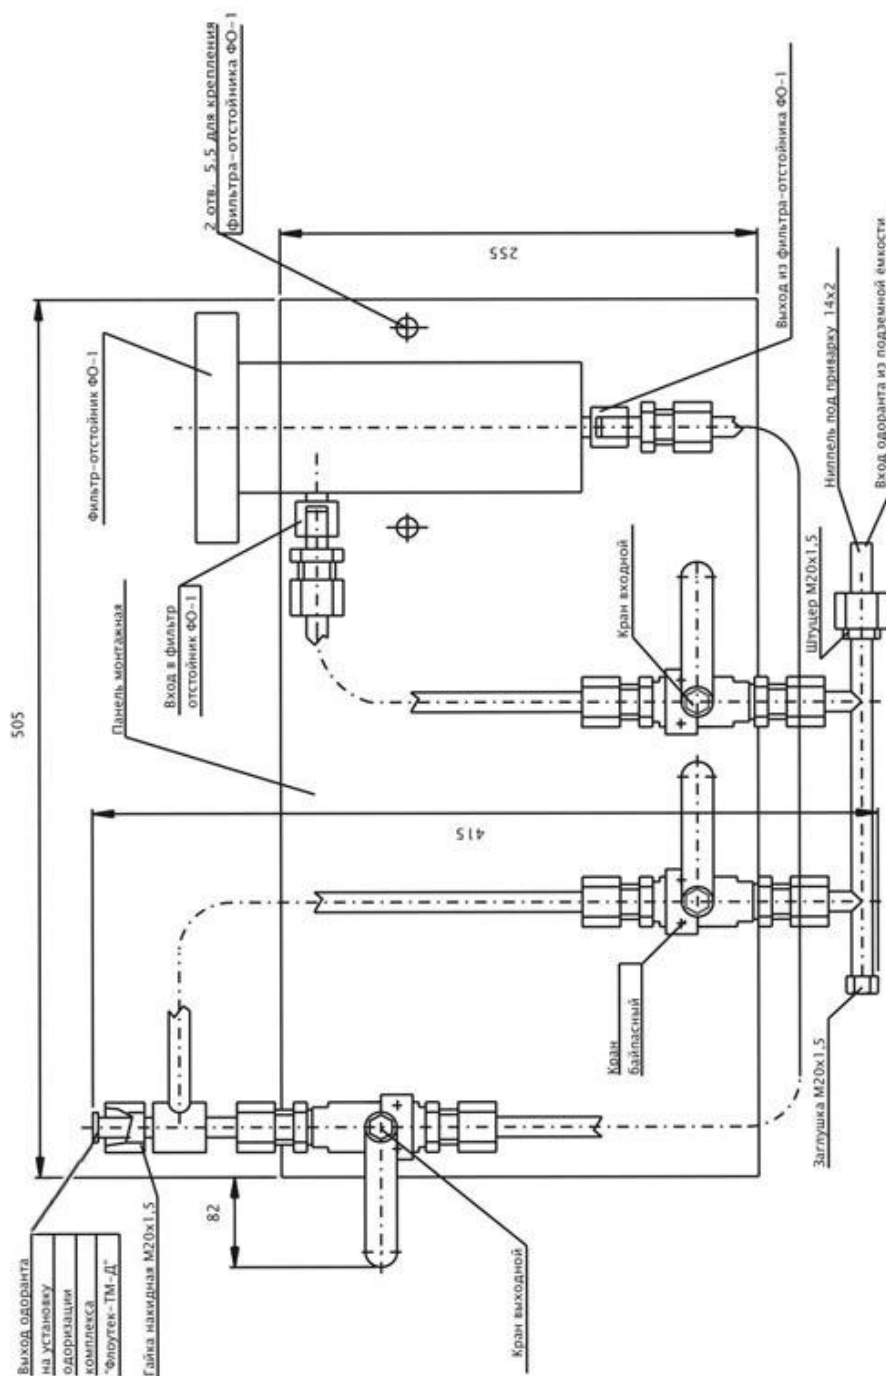

Рис.2 Внешний вид монтажной панели для установки фильтра-отстойника ФО-1
6.2 Внешний вид монтажной панели с установленными на ней входным, выходным и байпасным кранами, а так же с габаритными и присоединительными размерами панели приведен на рис.2.